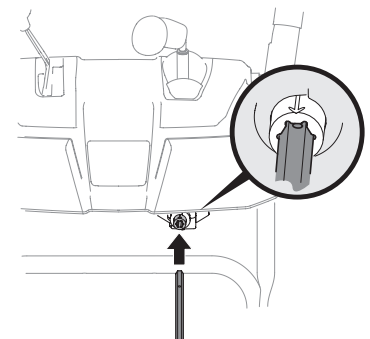

Figura 2-32
6. Inserte la varilla de control del canal dentro del engranaje del piñón por debajo de la palanca de control. Asegúrese de alinear el orificio en la varilla hexagonal con la flecha en el engranaje del piñón. Consulte Figura 2-32.